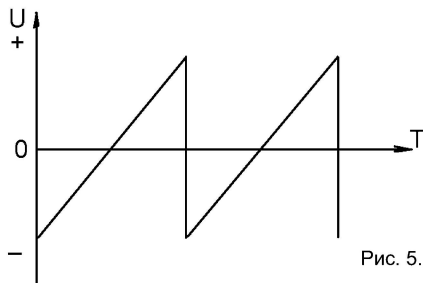

Рис. 5.
Для подачи сигналов на каналы вертикального и горизонтального отклонения у осциллографа есть входы «Y» и «X». Но, обычно, необходимо видеть не зависимость одного сигнала от другого, а зависимость сигнала, поданного на вход «Y» от шкалы времени, выложенного на ось X. Чтобы это было возможно в осциллографе есть генератор горизонтальной развертки, который вырабатывает напряжение, изменяющееся по «пилообразному» закону (рис. 5). Это напряжение подается на пластины горизонтального отклонения (X).